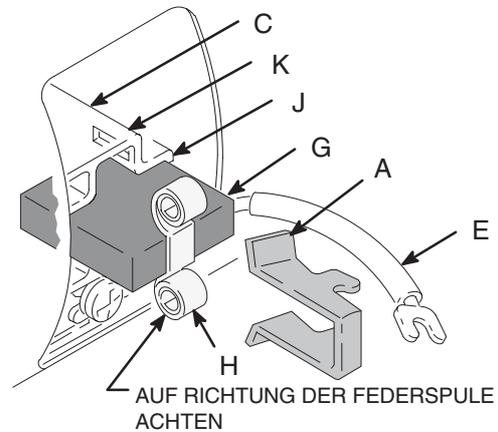

Abb. 6 01227
7. Abb. 6. Neue Bürste (G) mit Kabel in langem Schlitz (J) des Bürstenhalters (C) einbauen.
9. Abb. 6. Feder (H) auf die Bürste (G) geben.
10. Abb. 6. Federclip (A) installieren. Niederdrücken, um die kurzen Schlitz (K) in den Bürstenhalter (C) einzuhaken.